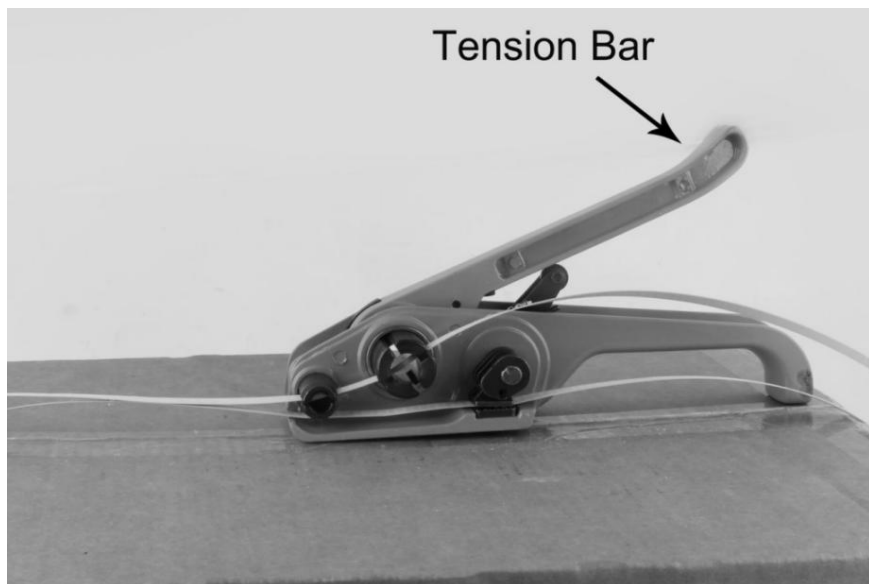

FIG. 2-1
2. Placez les bandes de cerclage emballées dans la rigole de coupe et la rigole du cabestan , voir FIG. 2-1 et 2-2